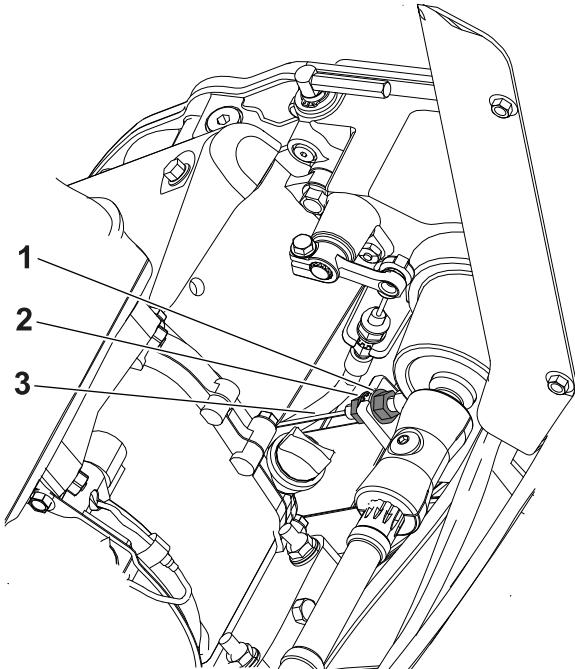

Figura 34
2. Afloje la contratuerca trasera y apriete la contratuerca delantera (Figura 34).